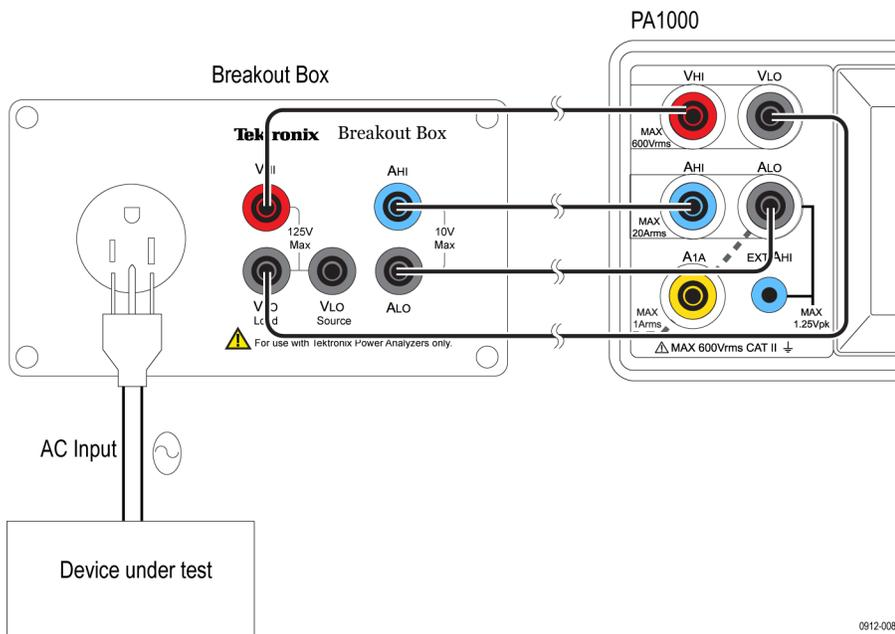

図 7: 代表的なブレイクアウト・ボックス接続
1. PA1000 型に付属するテスト・リードを使用して、ブレイクアウト・ボックスと PA1000 型の入力ジャックとの間の電圧と電流の接続を行います (図 7 参照)。